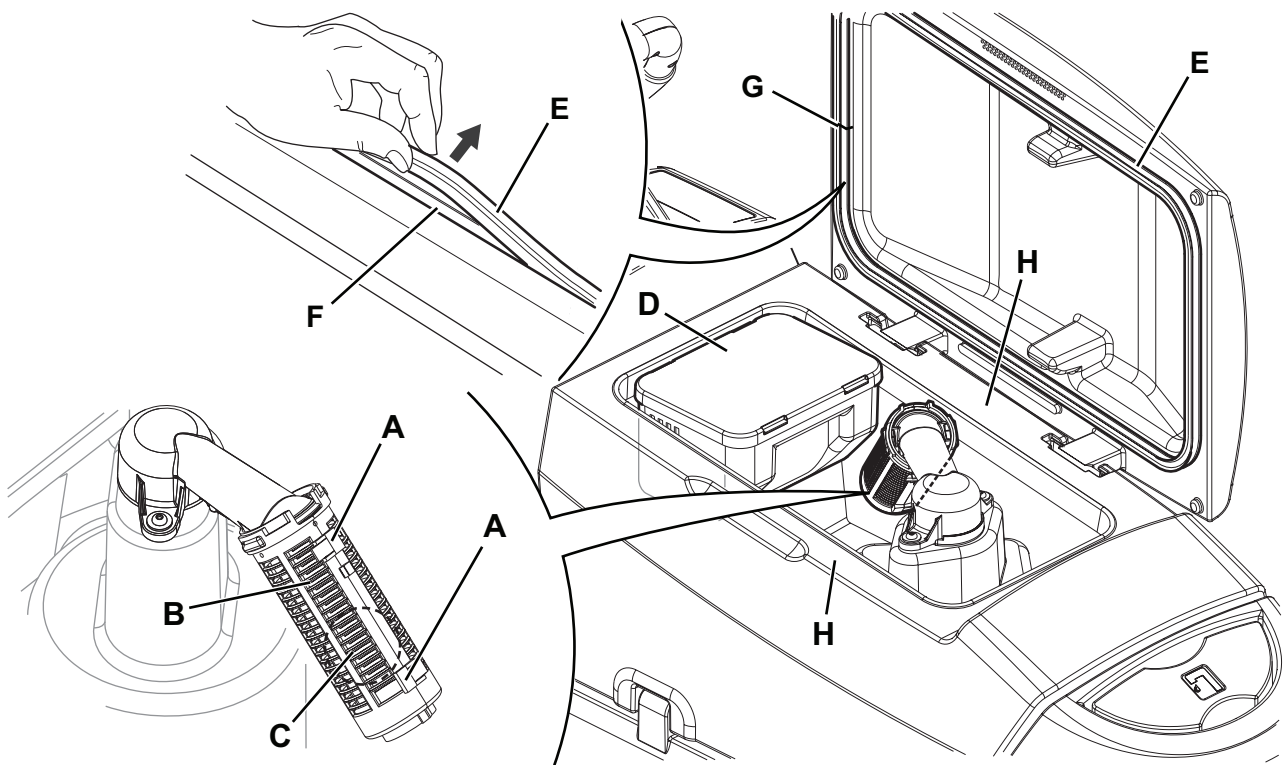

Figure 6
2. S'assurer que la machine est éteinte et que la fiche du câble d'alimentation (4) est débranchée du réseau électrique.
3. Vider l'eau du réservoir avec le tuyau (11).
4. Ouvrir le couvercle (31).
5. Nettoyer et laver avec de l'eau propre l'intérieur du réservoir (30) et du couvercle.
6. Nettoyer la grille d'aspiration (28), dégager les dispositifs de retenue (A, Fig. 6), ouvrir la grille (B), récupérer le flotteur (C) et nettoyer soigneusement ; enfin reposer en place.
7. Démontez le bac de récupération des débris (D) et ouvrir son couvercle, puis nettoyer soigneusement et ré-installer le tuyau d'aspiration.
8. Contrôler l'intégrité du joint d'étanchéité (E) du couvercle du réservoir.